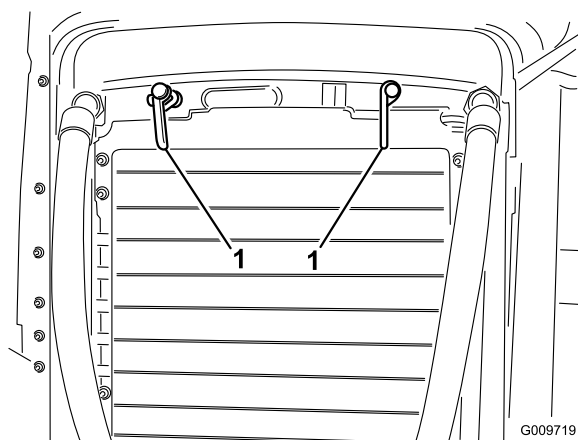

Figura 50
2. Girate i fermi (Figura 50) che fissano il radiatore dell'olio al telaio.